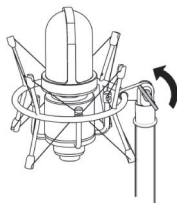

рис. 6
3. Для разворота микрофона используйте гайку и барашковый винт (рис. 6)